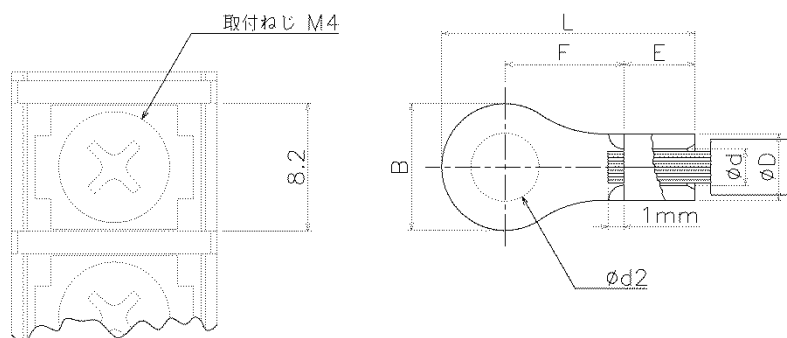

図 2.6c 圧着端子の例
- ・端子台の幅は 8.2mm, 取付ねじは M4 ですので、図 2.6c のような丸形の端子でしたら $B < 8.2\text{mm}$ かつ $d2 > 4\text{mm}$ の圧着端子をご用意ください。
- ・端子の種類や形によって剥く寸法は異なります。各種端子の取扱い説明書に従って下さい。図 2.6c は丸形の裸圧着端子の場合の例です。